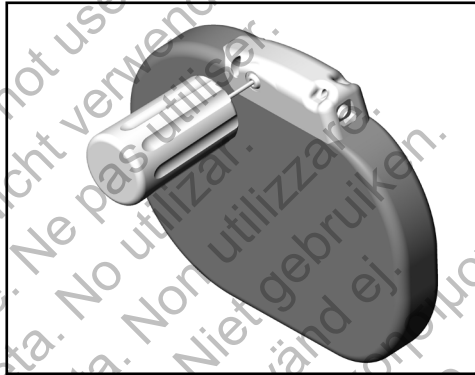

Abbildung 16: Einsetzen des Drehmoment-Schraubendrehers
2. Führen Sie den Drehmoment-Schraubendreher vorsichtig in einem Winkel von 90° durch die vorgeschlitzte Vertiefung in der Mitte der Dichtung in die Befestigungsschraube ein (Abbildung 16). Dadurch wird die Dichtung geöffnet, sodass eingeschlossene Flüssigkeiten oder Luft entweichen können und ein eventueller Druck in der Anschlussbuchse abgebaut wird.